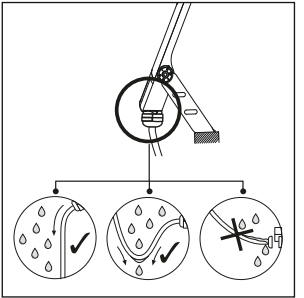

Рис. 6
- 5.15 Обратить внимание на расположения кабеля относительно кабельного ввода на корпусе осветительного прибора (рис. 6).